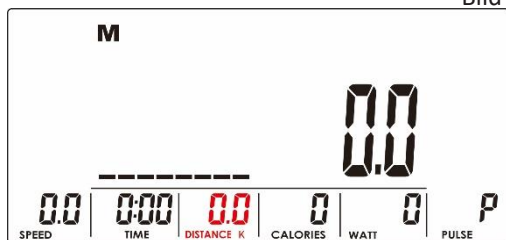

Bild 5
3. Använd UPP eller NER (kodare) för att ställa in TID (Bild 5), DISTANS (Bild 6), KALORIER (Bild 7), PULS (Bild 8) och tryck på MODE / ENTER för att bekräfta.